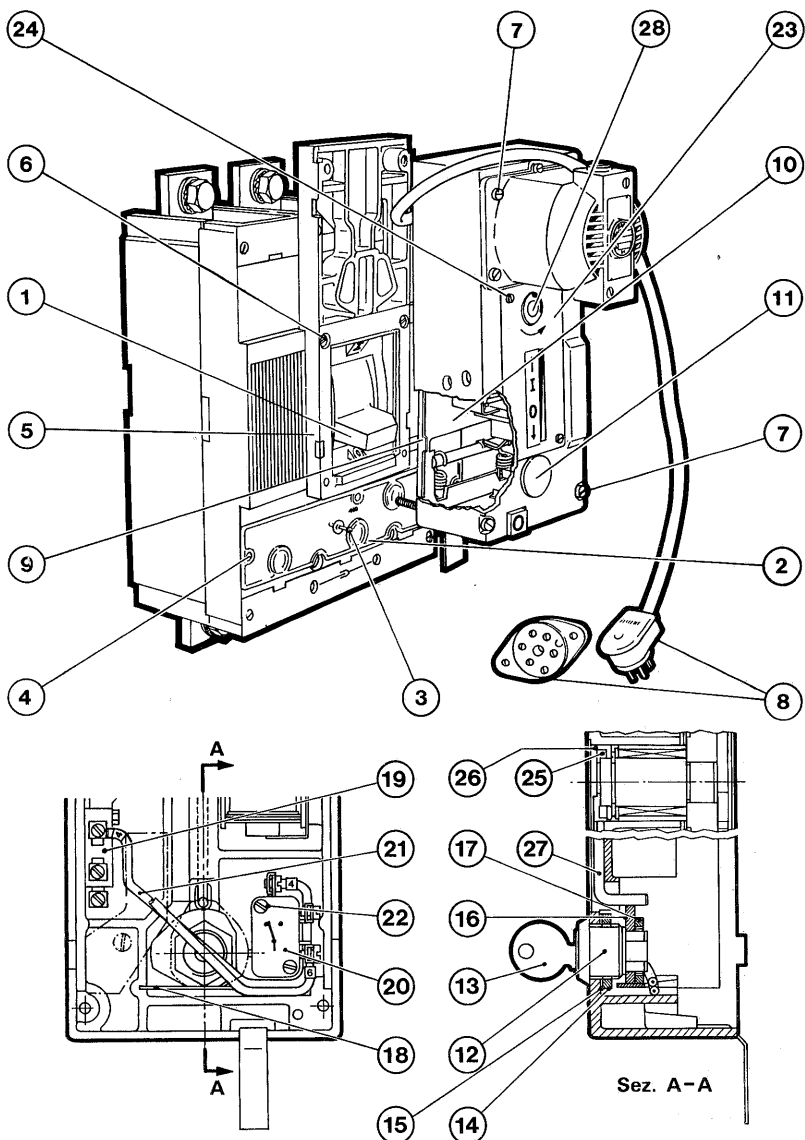

Fig. 37
9.9.2. Installazione del comando sull'interruttore (fig. 37)
- a) smontare il coperchio dell'interruttore (§ 5.2.) e sostituire la maniglia originale con una più corta (1)
- b) montare sul coperchio la mostrina trasparente (2) completa di pistoncino di sgancio (3) servendosi di chiodini isolanti (4)
9.9.3. Applicazione dispositivo di blocco a chiave o interblocco tra due o più interruttori (fig. 37)
- a) se il comando a motore è già montato sull'interruttore, staccare la spina (8) e separarlo dalla piastra di riduzione (5)
- b) sfilare le due guide (9) e togliere la piastra (10)
- c) smontare il tappo (11) e inserirvi la serratura (12) mantenendo la chiave (13) in posizione verticale e con dentatura rivolta in basso (come in figura) fissandola dall'interno con la ghiera (14) e la rosetta elastica (15)
- d) infilare nella serratura (12) la camma (16) disponendola come indicato in figura e bloccandola con il dado (17)
- e) inserire la molla a balestra (18) nelle apposite cave
- f) staccare il cavetto contrassegnato dal segnafile 6 dal micro interruttore (19) e collegarlo al morsetto 2 del micro interruttore (20) come indicato in figura
- g) collegare un capo del cavetto (21) contrassegnato dal segna file 4 al micro interruttore (19) e l'altro capo al morsetto 1 del micro interruttore (20) come indicato in figura
- h) montare quindi il micro interruttore (20) nella scatola del comando fissandolo con le due viti autofilettanti (22)
- i) smontare la mostrina (23) svitando le viti (24)
- l) alloggiare la rondella (25), la molla (26) e l'asta (27) nel le apposite sedi e rimontare la mostrina (23)